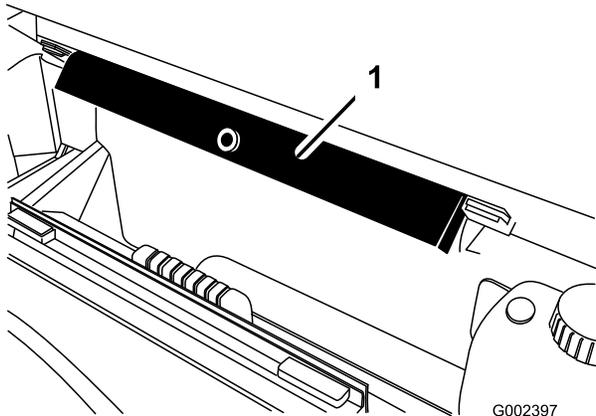

Figura 28
2. Retire o suporte da plataforma dos suportes existentes na parte de trás do painel do sistema ROPS (Figura 28).